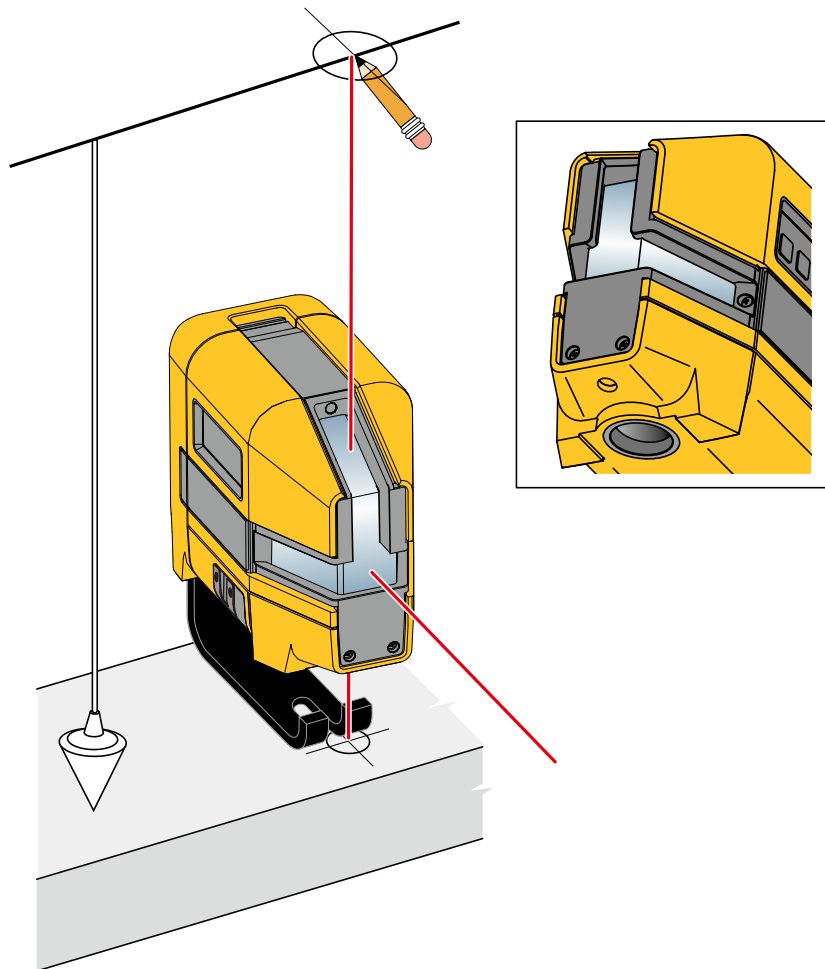

Abbildung 5. Neue Lotrechtmarkierung
2. Den nach unten gerichteten Laser über der Kreuzmarkierung zentrieren. Siehe Abbildung 5.